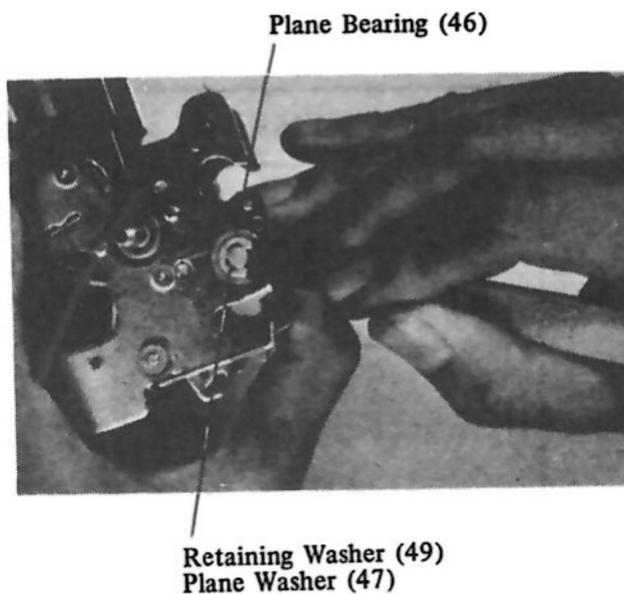

Fig. 8-26 Lager M Seite
- 3) Brücke (76) wie unter 3. abnehmen.
- 7) Sprengring (49) und Scheibe (47) entfernen (Fig. 8-26).